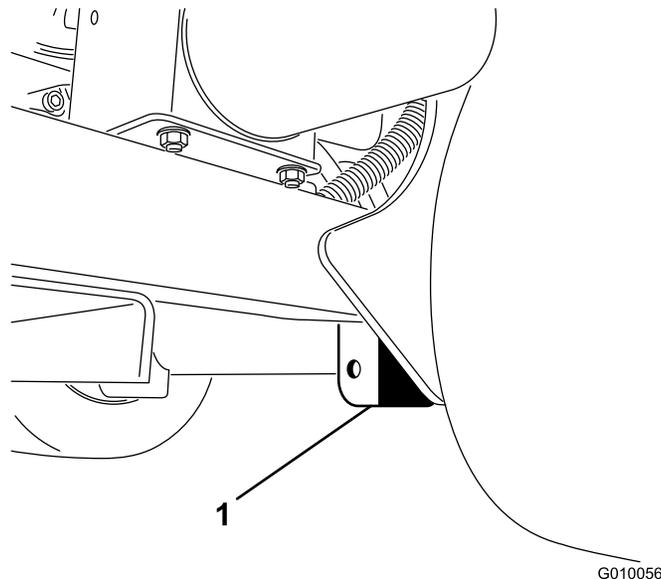

図 42
2. 後ホイールのすぐ内側にあるフレーム・プレートの下にジャッキを確実に置く (図 42)。